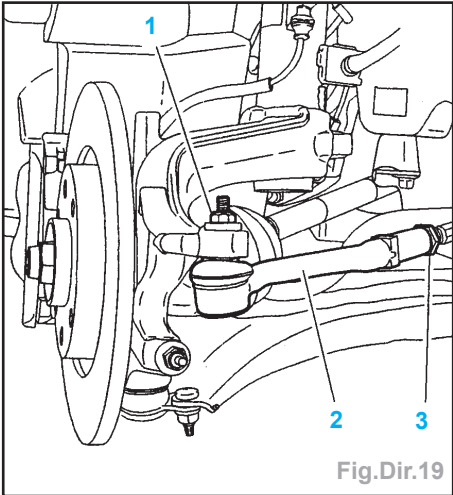

Fig.Dir.19
- Débloquer l'écrou (3) (Fig.Dir.19).